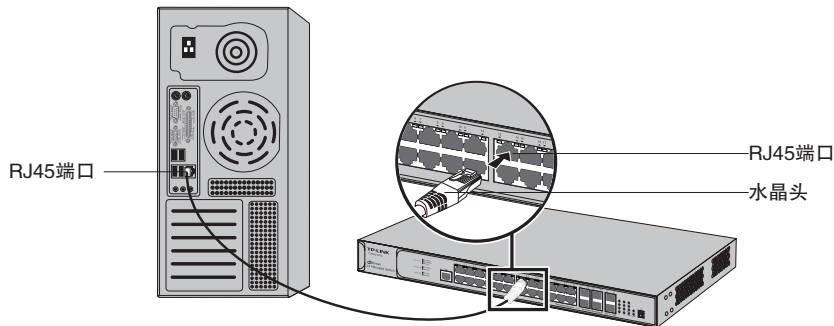

图4-1 RJ45端口连接示意图
1. 将网线一端连接到交换机，另一端连接到对端设备，如图4-1所示。